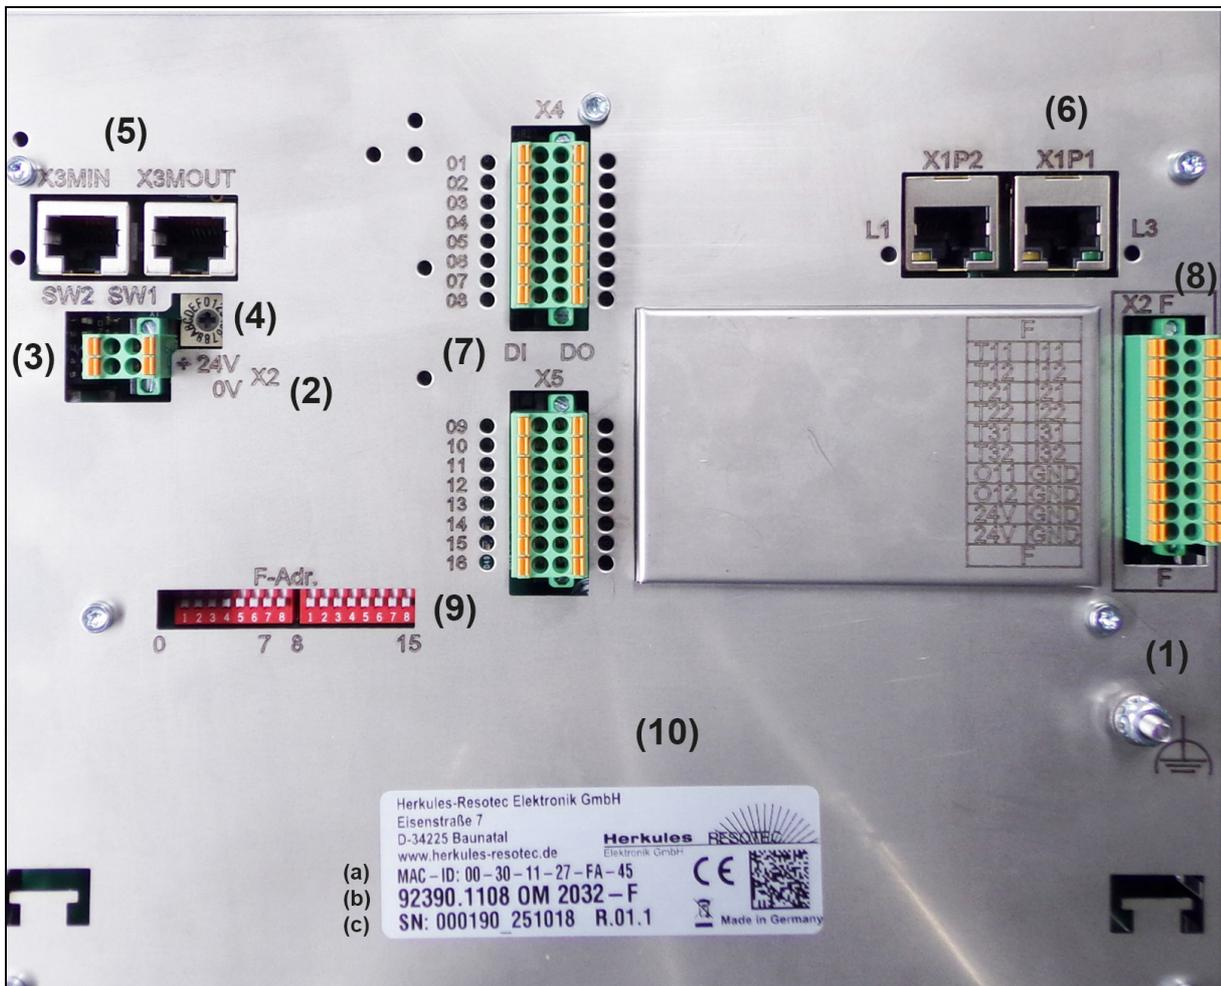

Abb.4.3: Rückseite am Beispiel des Bedienmoduls OM 2032-F
Abb. 4.3 zeigt den maximalen Aufbau der Modulrückseite. Die Anschlussbelegung (1) bis (5) ist für alle Modultypen gleich. Abhängig vom Gerätetyp befinden sich die anderen Anschlüsse auf der Rückseite, die in den entsprechenden Kapitel erklärt werden.